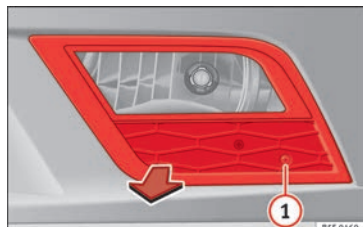

Fig. 212 Phare antibrouillard.
- Retirez la vis » fig. 212 ① de la grille du phare antibrouillard à l'aide d'un tournevis.